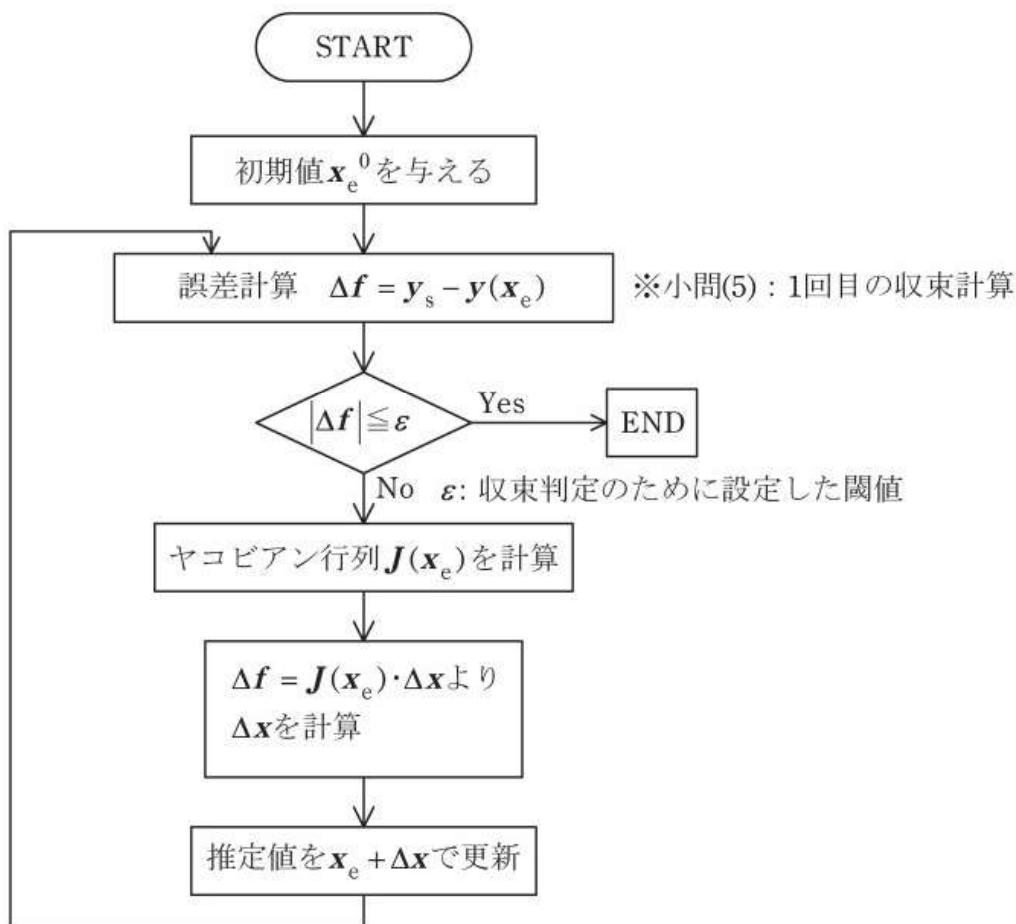

図2
- (3) 各母線の有効電力、無効電力を電圧の大きさと位相で表す式を電力方程式という。ノードアドミタンス行列の要素を $\dot{Y}_{kl} = G_{kl} + jB_{kl}$ として、 P_k, Q_k を $|\dot{V}_k|, |\dot{V}_l|, \theta_k, \theta_l, G_{kl}, B_{kl}$ で表せ。
- (4) 小問(2)の π 型等価回路の線路を考える場合、 P_2 に関する電力方程式を $\theta_2, \theta_3, |\dot{V}_3|$ を用いて示せ。なお、母線1では $\theta_1 = 0, |\dot{V}_1| = 1.0$ 、母線2では $P_2 = 0.7, |\dot{V}_2| = 1.05$ とする。
- (5) ニュートン・ラフソン法による潮流計算では、図2のように変数 x_e の推定値を修正し、指定値 y_s と計算値 $y(x_e)$ の誤差が十分に小さくなるまで繰り返し計算を行うことで x_e を求めることができる。ここで、本問において x_e は、 $\theta_2, \theta_3, |\dot{V}_3|$ のベクトル、 $y(x_e)$ は、 x_e によって計算される P_2, P_3, Q_3 のベクトル、 y_s は、 P_2, P_3, Q_3 の与えられた値のベクトルである。 $\theta_2 = 0, \theta_3 = 0, |\dot{V}_3| = 1.0$ を初期値とした場合、1回目の収束計算における P_2 の指定値と計算値との誤差を小問(4)の結果を用いて求めよ。